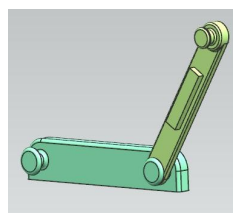
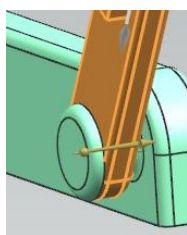

Рис.20
рис.21
- Допустим, что вы рассматриваете все тот же начальный пример из первой части пособия (рис.20). Предположим, что при назначении *Вращательного шарнира* ось вращения вы указали так, как на рис.21.
- Исходное состояние вращательного шарнира показано на рис.20. Считается, что в **начальном состоянии** угол поворота вращательного шарнира **равен нулю**.